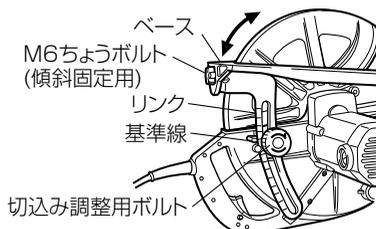
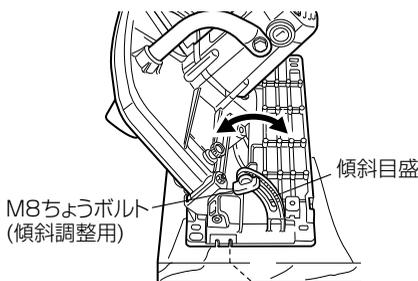
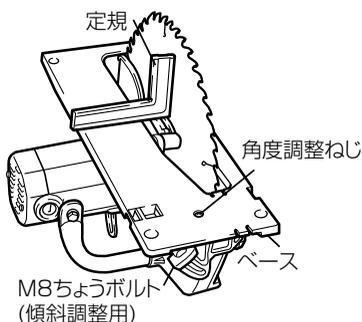

図 8
図 9
図 10
切込み調整用ボルト(次ページの図8参照)、傾斜調整用 M8 ちょうボルト(次ページの図9参照)、傾斜固定用 M6 ちょうボルト(図8参照)がゆるんでいるとけがの原因になります。十分締まっていることを確認してください。
切込み調整用ボルトをゆるめてベースを動かすと、切込み深さの調整ができます。（図 8）
傾斜目盛のところの M8 ちょうボルトとベース後部の傾斜固定用 M6 ちょうボルト（図 8 参照）をゆるめると、のこ刃をベースに対して最大 45° まで傾けることができます。（図 9）
- ① 傾斜調整用 M8 ちょうボルト (図 10)、傾斜固定用 M6 ちょうボルト (図 8 参照) をゆるめます。
- ② ベース底面とのこの刃に定規を当てて角度を出し、M8 ちょうボルト、M6 ちょうボルトを軽く締めます。